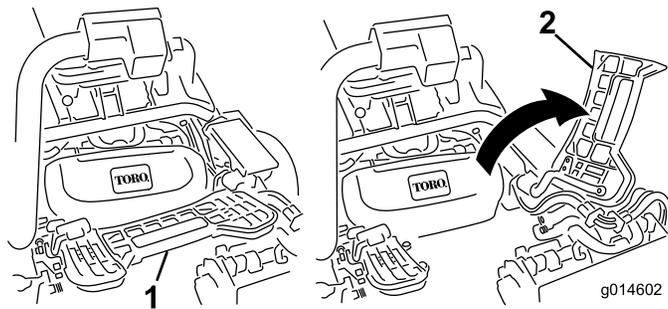

图34
2. 提起脚踏板并翻开，以便接触到中间滚刀组位置（图34）。